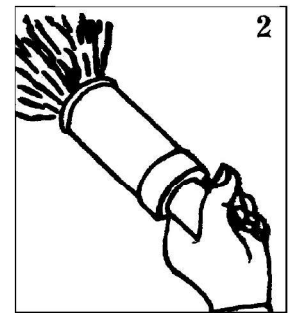

図3
2. 3 点火後、は手を握ったまま腕を水平に伸ばし、信号灯は約30度水平面より上向きに保持してください。（図3）